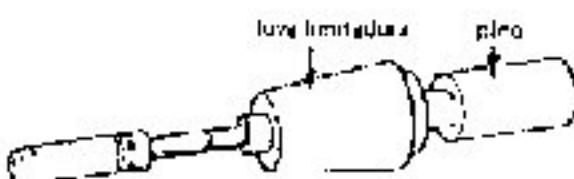

fig. 44
5. Posicionar a luva limitadora sobre o pino de instalação. Tendo a luva limitadora de diâmetros diferentes, correspondentes à válvula de admissão ou escapamento para cada tipo de motor, observar a sua correta orientação, quando de posicionamento sobre o pino (fig. 44).